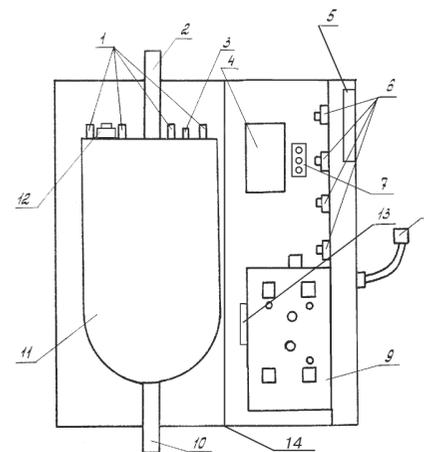

Рис. 1
5.1. Электродеталь состоит из четырех частей: теплообменника (бака), блока управления, коммутационных элементов, пускателя магнитного (рис.1).